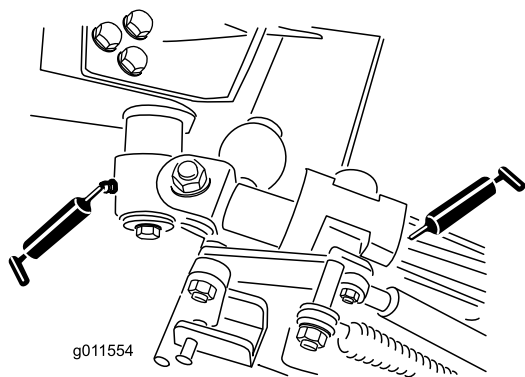

Figura 46
- Casquillos de la palanca acodada (2) (Figura 46).
- Casquillos de los brazos traseros (4) (Figura 46).